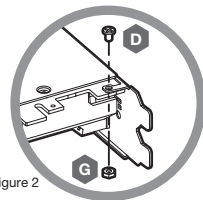

Figure 2
4. Некоторые видеокарты, в частности модели NVIDIA® GEFORCE®, также требуют закрепления кронштейна ввода-вывода к плате после установки кулера, купленного позже. Закрепите этот кронштейн, используя прилагаемый винт M2.5 x 5 и гайку M2.5 (показаны на рис. 2).